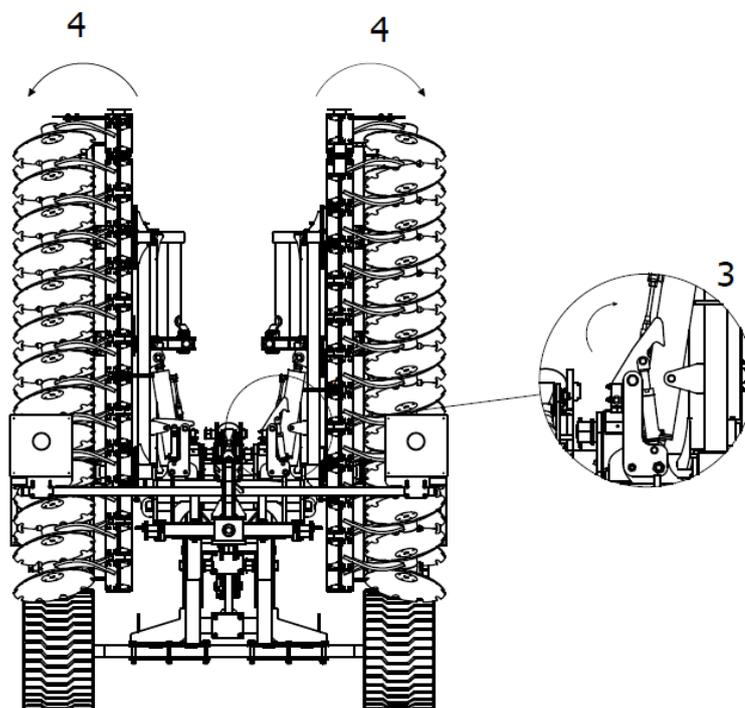

Abb. 21 Reihenfolge der Öffnung der Maschine: 3 - den Haken der hydraulischen Flügelverriegelung lösen, 4 - die Flügel der Maschine öffnen.
3. Nachdem Sie sich vergewissert haben, dass der Haken der hydraulischen Flügelverriegelung die Entriegelung der Maschinenflügel ermöglicht, können Sie diese vollständig öffnen (Abb. 21).